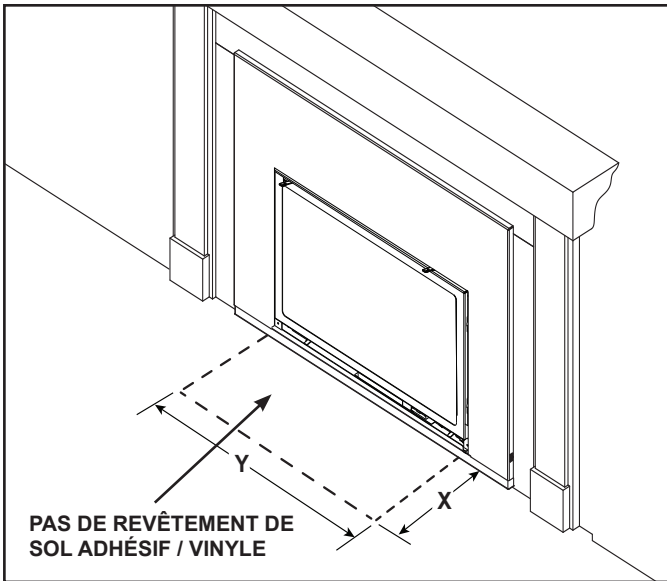

Figure 3.18 Âtre - Exception concernant les matériaux inflammables
- Le sol inflammable peut être situé devant l'appareil. Exception - pas de revêtement de sol adhésif / vinyle. Voir la figure 3.18.